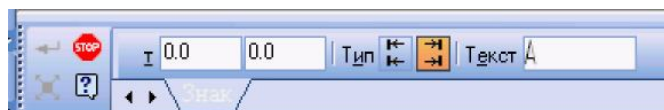

Рисунок 4.40 – «**Панель свойств**» у разі використання кнопки «**Линия разреза**»
– «**линия разреза**» відкриває панель властивостей (рис. 4.40) площин перетину (перерізу) та їх позначення на кресленнику